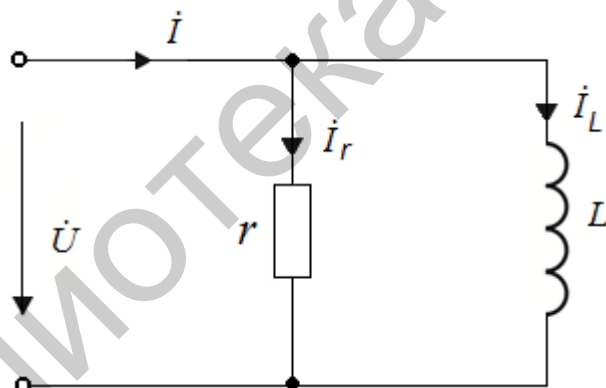

Рис. 179
1. Для схемы на рис. 179 определить токи \dot{I} , \dot{I}_r , \dot{I}_L , если $U = 120$ В; $\psi_U = 0$; $r = 6$ Ом; $L = 25,5$ мГн; $f = 50$ Гц.